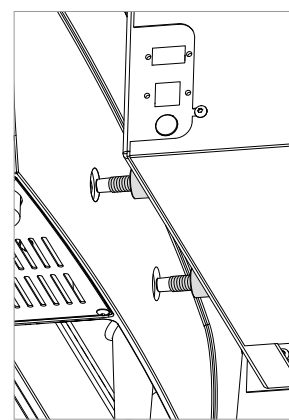
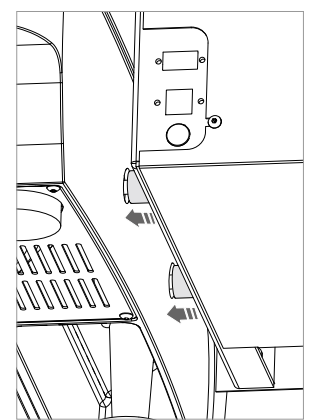

Bild 32
Bild 33
- 2) Bewegen Sie die Zuführeinheit zur Maschine, stecken Sie die 2 Stifte in die Gewindebohrungen und dann in die Buchsen im Sitz (Gegenbohrung) der Maschinenbasis (Bild 32 und Bild 33).